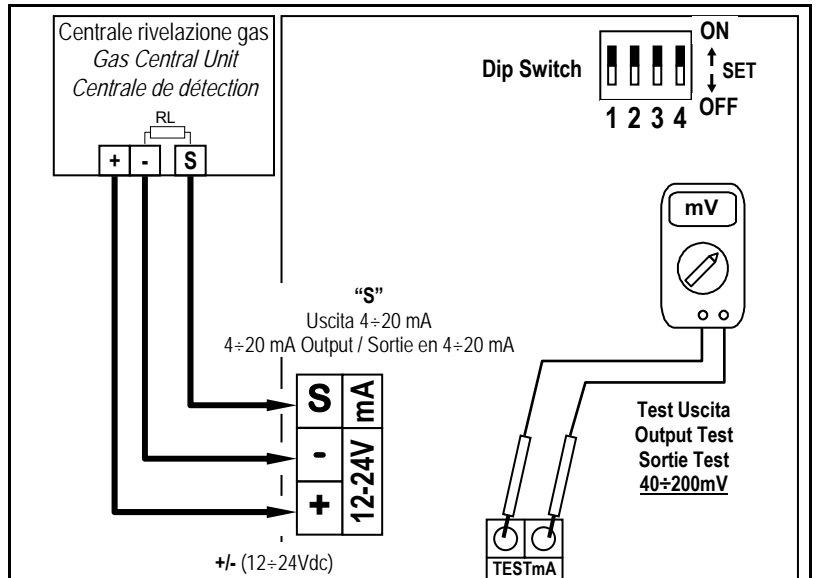
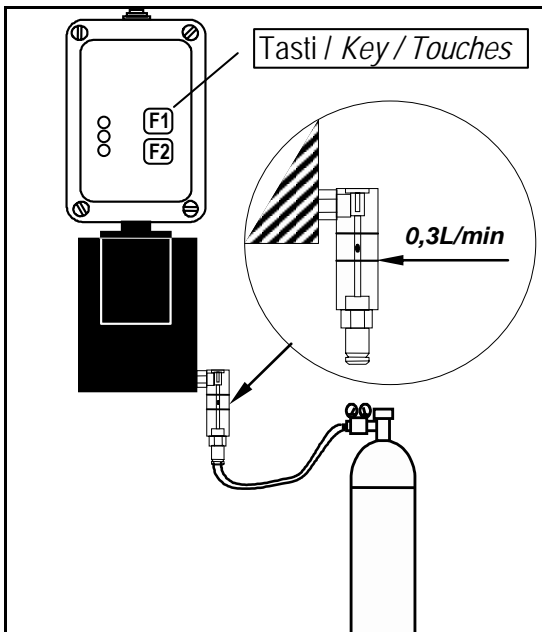
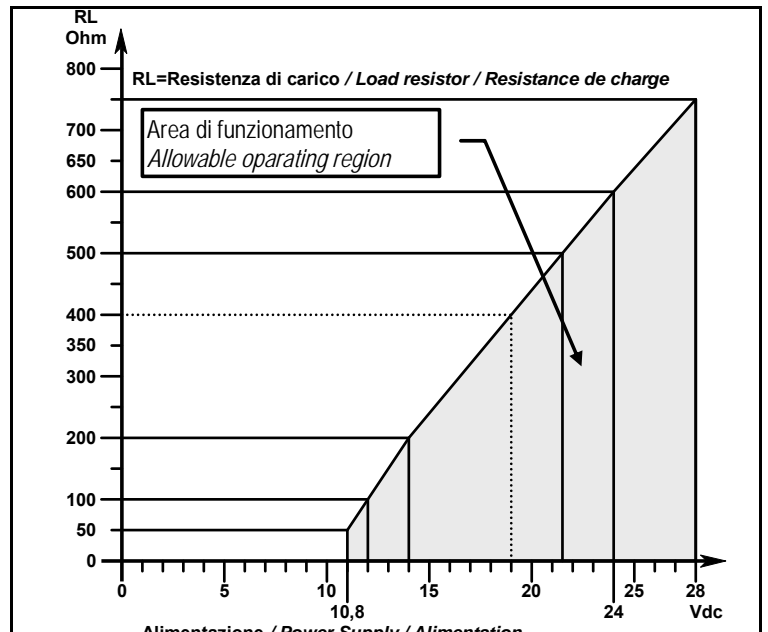

Fig. 2 - Schema di collegamento / Wiring diagram / Schéma
Fig. 3 - Tester di calibrazione / Calibration Tester / Kit de Calibration
Fig. 4 - Alimentazione / Resistenza di Carico 4±20mA
The "Calibration" can be done in clean air only (environment without the presence of flammable or other polluting gas). With the keys perform the "Calibration Code". Wait until the Yellow and Green Led switch on fix and the red Led starts to flash. Insert the TC011 over the sensor holder, adjust the sample gas bottle valve as the flow meter indicates around 0.3 l/min (see Fig.3). Wait around 3 minutes, then when the red Led switch on (and while it's SWITCHED ON), press the key F2 on the instrument and hold it pressed until the Red Led is switched off for at least 2 seconds (if the Red Led continue to flash, repeat the operation). Then, close the gas cylinder and remove TC011. At this point we can have two possibilities:
The "Calibration Check" should be done using sample gas bottles with a mixture **20%LEL (0.88%v/v) Methane in Air**. With the keys perform the "Cal Check Code". Wait until the Yellow Led starts to flash (the green one remain fix) Insert the TC011 over the sensor holder, adjust the sample gas bottle valve as the flow meter indicates around 0.3 l/min (see Fig.3). Verify with a voltmeter connected to the Test-Point, the value reaches a value between **184 and 216mV**, [corresponding to **20mA** (± 1.6) output and the central unit should be display about **20% LEL** (± 2)]. If the value result is more different, is necessary to recalibrate the sensor (see "Calibration"). Then, close the gas bottle, remove TC011, press the key F2 on the instrument to restore the normal working conditions and the mA output will slowly decrease up to 4mA.
Raccordements électriques (Fig.2): la distance maximale à laquelle chaque détecteur peut être raccordés à la centrale est indiquée dans le **Tableau 1** en fonction de la section du câble utilisé. Un câble écran est normalement utilisé, avec 3 conducteurs. Si l'on utilise une alimentation 12Vcc la résistance maximale de charge (RL) sera de 50 Ω , si on utilise une alimentation 24Vcc la RL sera de 500 Ω (**Fig.4**).
COMPATIBILITE' AVEC AUTRES CENTRALES: En cas d'utilisation d'une centrale différent de Tecnocontrol, calculer la résistance de charge maxi en utilisant la charte selon la **Fig.4**. L'alimentation à 24Vcc est conseillée.
L'étalonnage doit être exécuté en air propre exclusivement (milieu sans la présence de gaz inflammables ou autres). A l'aide des touches exécuter le "Code d'Etalonnage". Attendre que les LED Jaune et Verte s'allument en feu fixe et que la LED Rouge clignote. Coiffer la tête de détection avec le TC011, régler le débit du gaz, de manière que le débitmètre indique 0,3 l/min environ, (Fig.3). Attendre 3 minutes environ, puis, quand la Rouge s'allume et pendant qu'elle est ALLUMÉE, presser la touche F2 et maintenir cette pression tant que la LED Rouge ne restent pas éteints durant au moins 2 secondes, si la LED Rouge continu à clignoter, attendre que le LED Rouge se rallume et répéter l'opération. Fermer la bouteille et ôter le TC011. À ce point, deux cas peuvent se vérifier:
A l'aide des touches exécuter le "Code de Vérification". Coiffer la tête de détection avec le TC011, régler le débit du gaz, de manière que le débitmètre indique 0,3 l/min environ, (Fig.3) et contrôler avec le voltmètre que sur les bornes de test "TEST mA" (fig.2) le valeur entre **184 et 216 mV est atteinte**. [Ou bien que la sortie en mA augmente jusqu'à **20 mA (±1,6)** et que la centrale à laquelle le détecteur est connecté, indique **20%LIE (± 2)**]. Dans le cas de résultats différents il faut refaire l'étalonnage. Un fois terminé la "Vérification", ôter le TC011, et **appuyer sur la touche F2 afin de retrouver les conditions de fonctionnement normal**. Après cela, la sortie reviens progressivement à 4 mA.